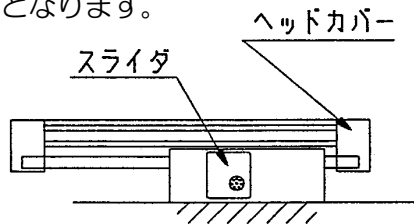
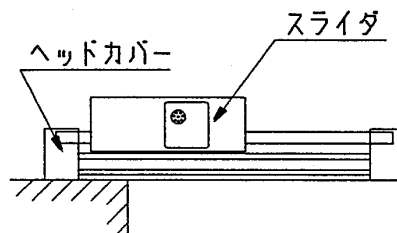

図1 スライダでの取付（×）
図2 片持ちでの取付（×）
②本体の取付は、両端のヘッドカバー部で行ってください。スライダ（移動子）での取付（図1参照）は行わないでください。軸受に過大な負荷がかかる事になり、作動不良の原因となります。また片持ちでの取付（図2参照）では使用できません。チューブがたわむ事になり作動不良の原因となります。